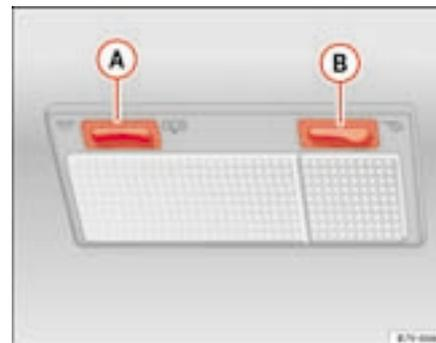

Abb. 75 Ausschnitt aus Dachhimmel: Innen- und Leseleuchte vorne
Die Innenleuchten werden zentral mit dem Wippschalter \Rightarrow Seite 117, Abb. 75 (A) für folgende Funktionen geschaltet: Türkontaktschaltung ☞ , Dauerlicht ☞ oder vollständig ausgeschaltet.
Mit der Taste \Rightarrow Seite 117, Abb. 75 (B) wird die Leseleuchte für den Beifahrer ein- und ausgeschaltet